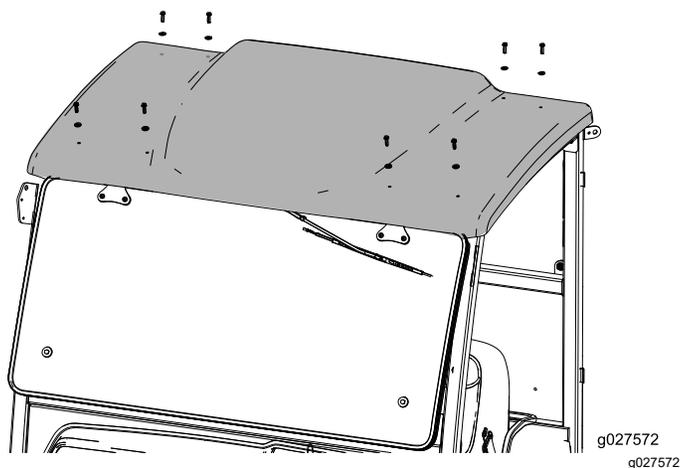

Figure 1
5. Retirez les boulons qui fixent le haut de la cabine (Figure 1) et soulevez le haut de la cabine avec précaution.
Remarque: Votre cabine peut être différente de celle représentée. Vous devrez peut-être retirer plus de boulons que montré à la Figure 1.